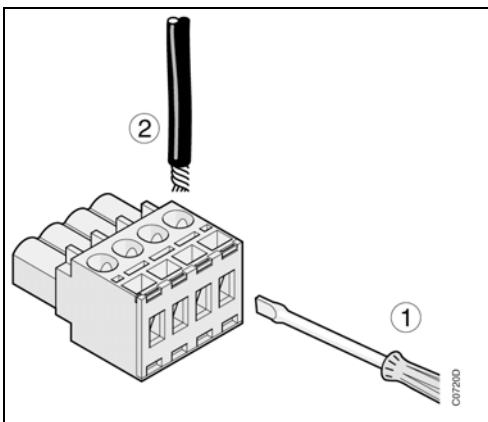

Figura 0-21: Conectores tipo "cage-clamp"
- presionar con un destornillador (ver Figura 0-21)